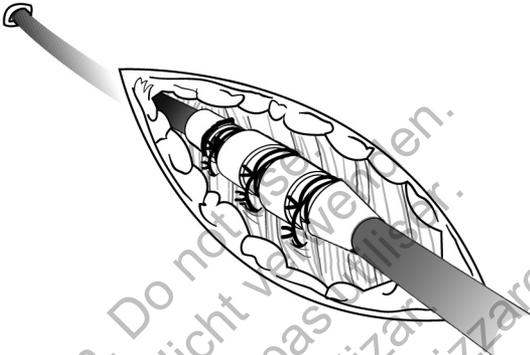

Figura 11. Exemplo de manga de sutura, técnica de implante percutâneo
1. Puxe a bainha do introdutor (peel away) e deslize a manga de sutura bem para dentro do tecido (Figura 11 na página 30).